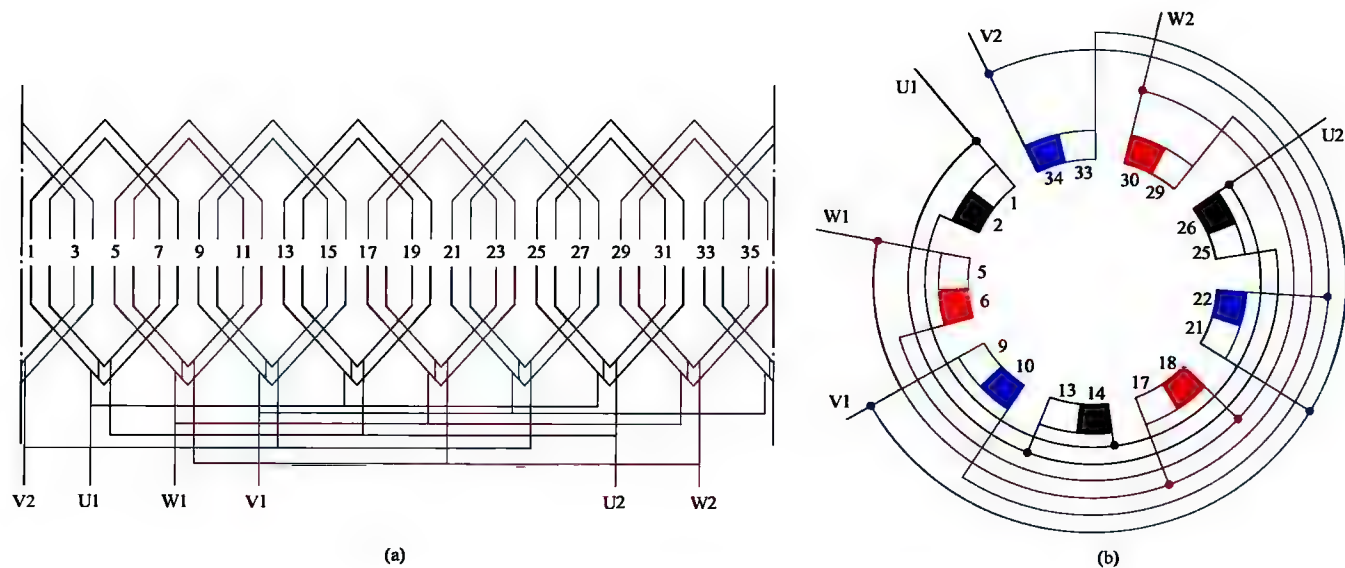

图 1-57 三相 6 极 36 槽单层同心式绕组 3 路接法
57. 三相 6 极 36 槽单层同心式绕组 3 路接法展开图与接线圆图 (见图 1-57)